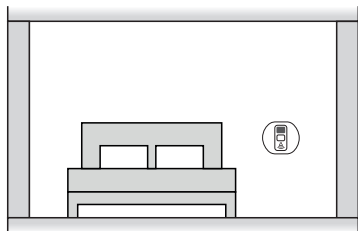

Abb. 3 Montage in Schlafzimmern und anderen Räumen ohne Verbrennungseinrichtung: CO-Warmmelder in Atemhöhe installieren
2.4 Montage im Schlafzimmer oder Räumen ohne Verbrennungseinrichtung (siehe Abb. 3)